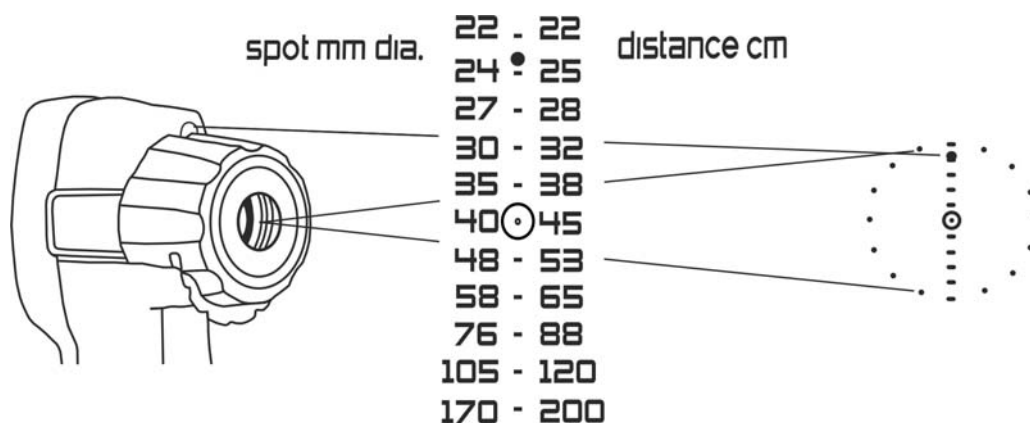

Fig. 15: Activation du pointeur laser
4. Appuyer sur la gâchette et maintenir l'appui pour active l'appareil et le diriger vers la surface de l'objet dont la température doit être mesurée. Le pointeur laser en haut de l'appareil (voir Fig. 1 – partie 1) et la zone du faisceau laser sont dirigés vers la cible (voir Fig. 15).